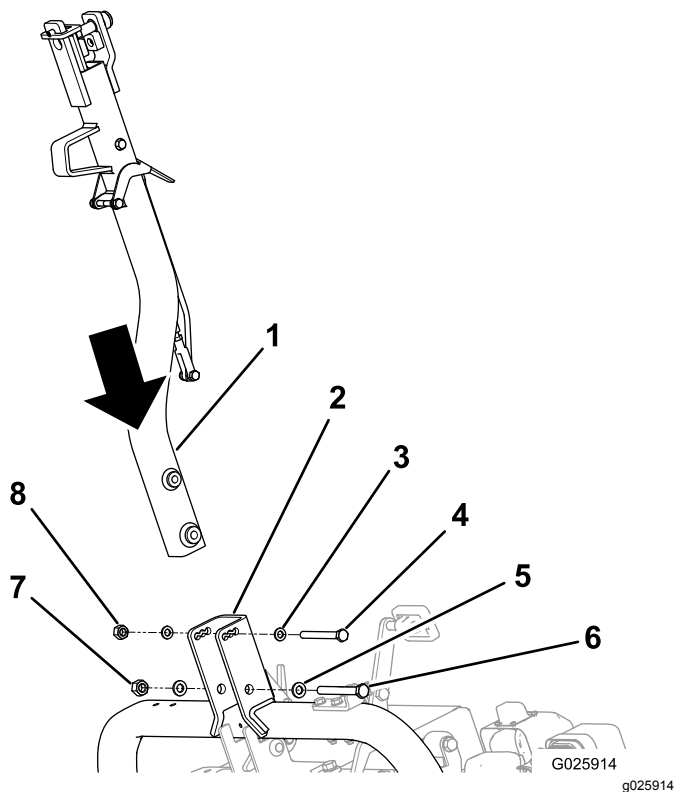

图 5
2. 使用适当的紧固件将挂钩固定到挂钩枢轴支架上请参阅图 5。